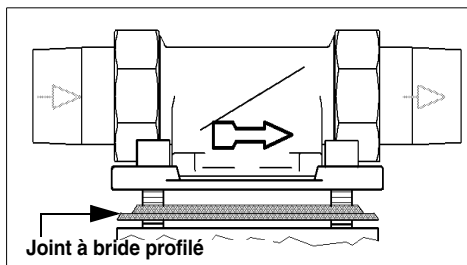

Fig. 4 : Bride rotative à encastrer
**Il faut que la bride rotative soit installée dans le sens d'écoulement. Celui-ci est indiqué par une flèche moulée dans le matériau (cf. fig. 4).**
Le profil du joint à bride doit être dirigé vers la bride rotative (cf. fig. 4). Si vous ne tenez pas compte de ce fait, il y a risque de manque d'étanchéité et de fuites d'eau pouvant entraîner des dommages côté bâtiment et mobilier.